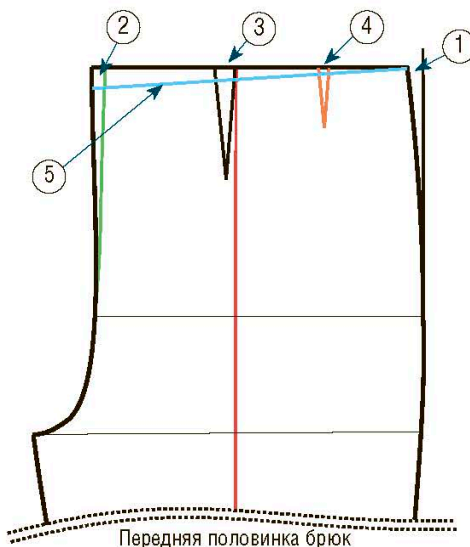

Рис. 1
③ Центральная вытачка переда – главная вытачка на талии. Как правило, ее располагают по мерке середины между выступающими точками груди (см. с. 22), но в некоторых случаях, например, для крупных фигур с выпирающим животом, ее можно сдвинуть ближе к боковому срезу (см. с. 55). Обычно ее раствор делают не больше 2 см.
④ Очень часто делается маленькая вытачка спереди, чтобы улучшить форму брюк, то есть более гармонично распределить лишний объем ткани. Вместо вытачки размером 2 см можно сделать две вытачки размером по 1 см – это решение помогает лучше справиться с краями вытачек на плотной ткани. Такую вытачку помещают на половине расстояния между боковым срезом и осью главной вытачки (обозначена оранжевым на рис. 1). Ее длина не превышает 3–4 см.
⑤ Линия талии на выкройке выглядит как прямая горизонтальная линия, вносимые изменения по большей части обусловлены формами тела и довольно часто особенностями выполняемой модели. В целом она поднимается в центре передней половинки на 1,5 см, а затем чертится заново с закрытыми вытачками (см. с. 140).